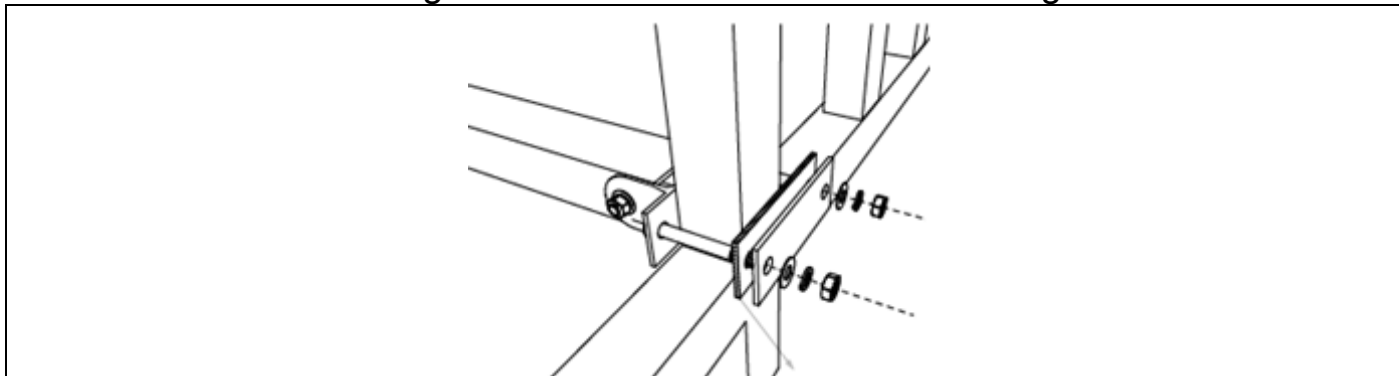

Bild 15
Schritt 6: Verbinden Sie das Rückbein (B) mit der Unterseite des Balkongeländers.
- Positionieren Sie 2x Schrauben M8x90 (K), 1x Edelstahl-Unterlegscheibe (L) und 2x Sechskantmuttern (E) (Bild 15).
- Setzen Sie die Schraube M8x90 (K) in den Halter des Rückbeins ein.
- Legen Sie die Edelstahl-Unterlegscheibe (L) auf die Schrauben zum Kontern.
- Verwenden Sie die Schraube M8x60 (J) und eine Sechskantmutter (E), um die Verbindung festzuziehen (Bild 15).